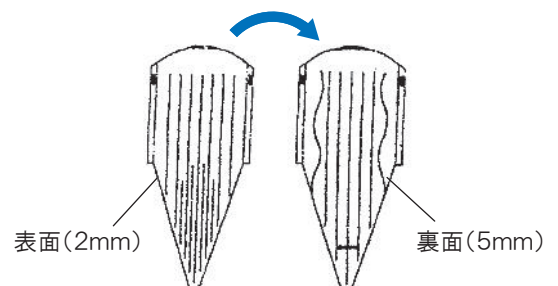

図4. ③薄厚切り部品の表裏
【3】③薄厚切り部品は図4の様に表面と裏面があります。表面が見える様に本体に挿入すると薄切り(厚さ約2mm)、裏面が見える様に⑤本体に挿入すると厚切り(厚さ約5mm)になります。